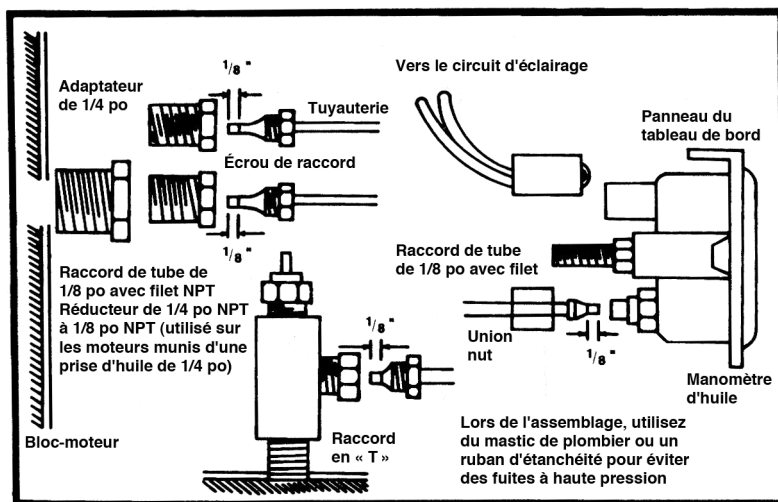

Figure 1
2. Branchez une extrémité du tube en plastique (n° 14) au bloc-moteur (à l'endroit où on a retiré le capteur d'huile) en utilisant le raccord de 1/8 po (n° 10). Au besoin, utilisez un adaptateur de pression d'huile de 1/4 po (n° 11) sur les voitures munies d'une prise plus large, tel qu'indiqué à la figure 1.